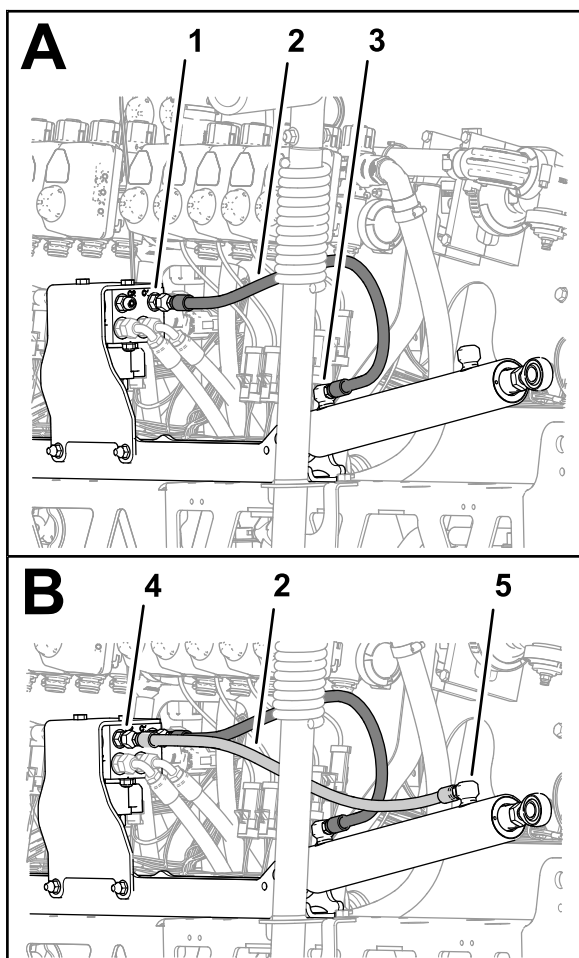

Figura 117
3. Monte sem apertar o novo tubo hidráulico (1/4 x 24-3/4 pol.) entre a porta de extensão do cilindro de elevação da rampa direita e a porta C1 do coletor de elevação da rampa (**Figura 117**).
4. Monte sem apertar o novo tubo hidráulico (1/4 x 24-3/4 pol.) entre a porta de retração do cilindro de elevação da rampa direita e a porta C2 do coletor de elevação da rampa (Figura 117).
5. Aperte as uniões do tubo nas portas de extensão e retração dos cilindros de elevação (Figura 116 e Figura 117) com 21 a 26 N m.
6. Aperte as porcas da articulação dos tubos no coletor de elevação da rampa (Figura 116 e Figura 117) com 24 a 30 N m.